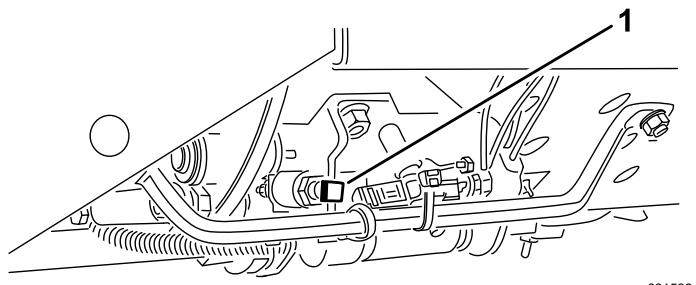

図 23
**重要** 刈り込み速度は、出荷時に 9.7 km/h に調整されています。スピード・ストップねじで、刈り込み速度の増減ができます図 23。